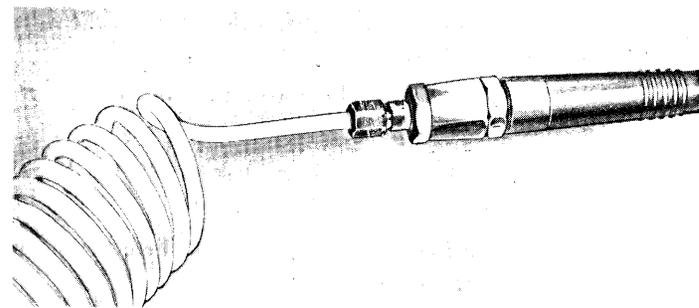

Fig. 9
- r) Un soffiatore ad aria compressa per la pulizia dell'unità (fig.9)